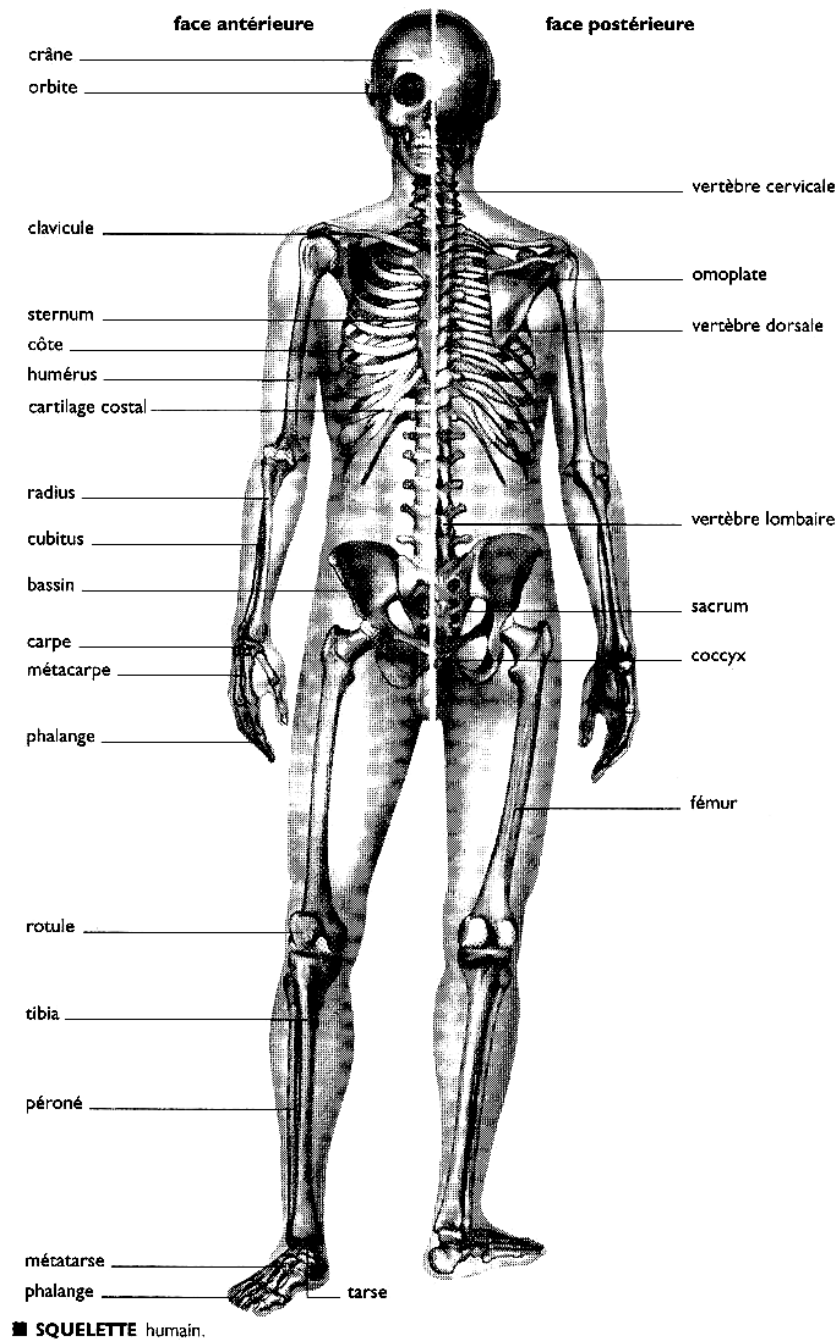
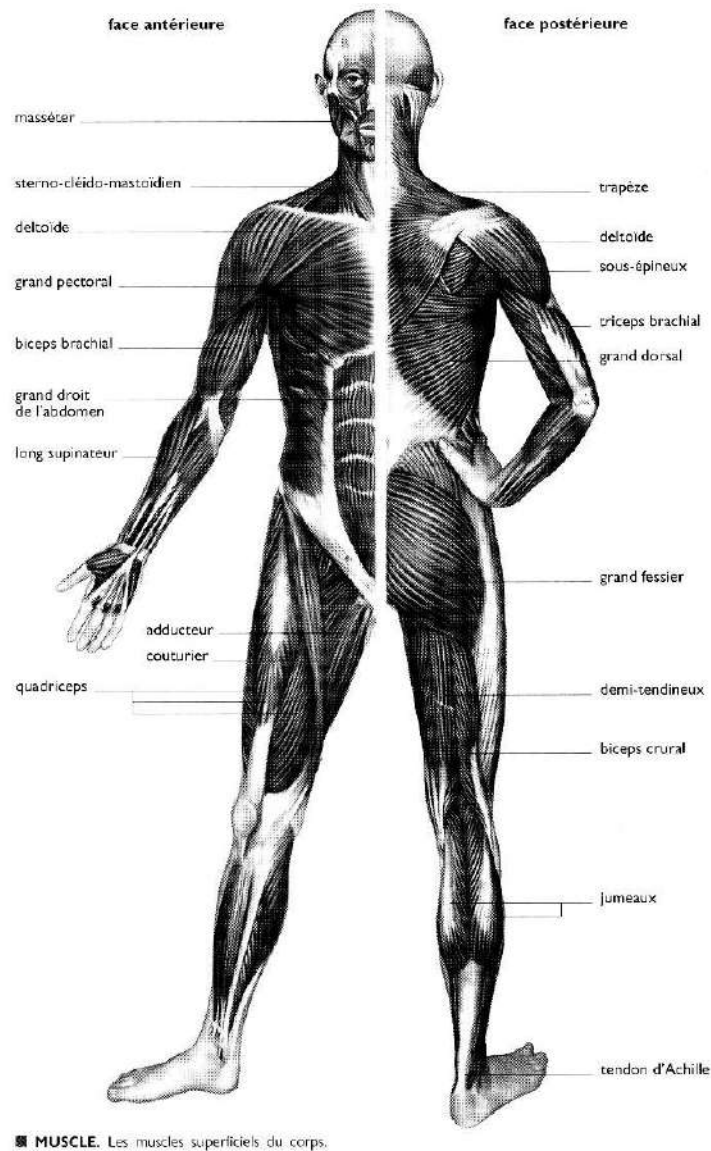

Fig. 1-4
Fig. 1-5
*Accidents vertébraux.* Afin de comprendre et de prévenir les malaises et les accidents au dos, il est important de connaître le rôle de la colonne vertébrale ainsi que les vertèbres, les disques intervertébraux (fig. 1-4), les muscles et les ligaments (fig. 1-5).
*Muscles et ligaments.* Les muscles permettent à la colonne vertébrale de maintenir sa position, de conserver son équilibre et de répartir les pressions sur tous les disques (fig. 1-5). Les ligaments sont des petits tissus fibreux qui rattachent les vertèbres entre elles et qui relient les muscles aux os de la colonne, tout en empêchant certains mouvements anormaux comme se plier vers l'arrière.